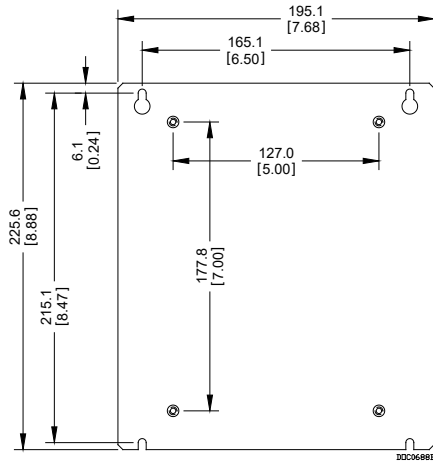

Figura 3. Dimensões do painel
- **Unidade principal montada em painel adaptador.** Posicione-o, como desejado, dentro da placa de montagem do invólucro e localize os furos de montagem da placa, usando os slots do painel do adaptador como modelo. Consulte a Figura 3 para conhecer as dimensões do painel adaptador. Perfure e cubra os orifícios dentro da placa de montagem com uma tampa rosqueada de 8-32 UNC. Coloque o FB107 com o painel adaptador sobre os orifícios cobertos e prenda-o à placa com quatro parafusos de comprimento 8-32 UNC x 0,38 pol., fornecidos. Aperte bem os parafusos.